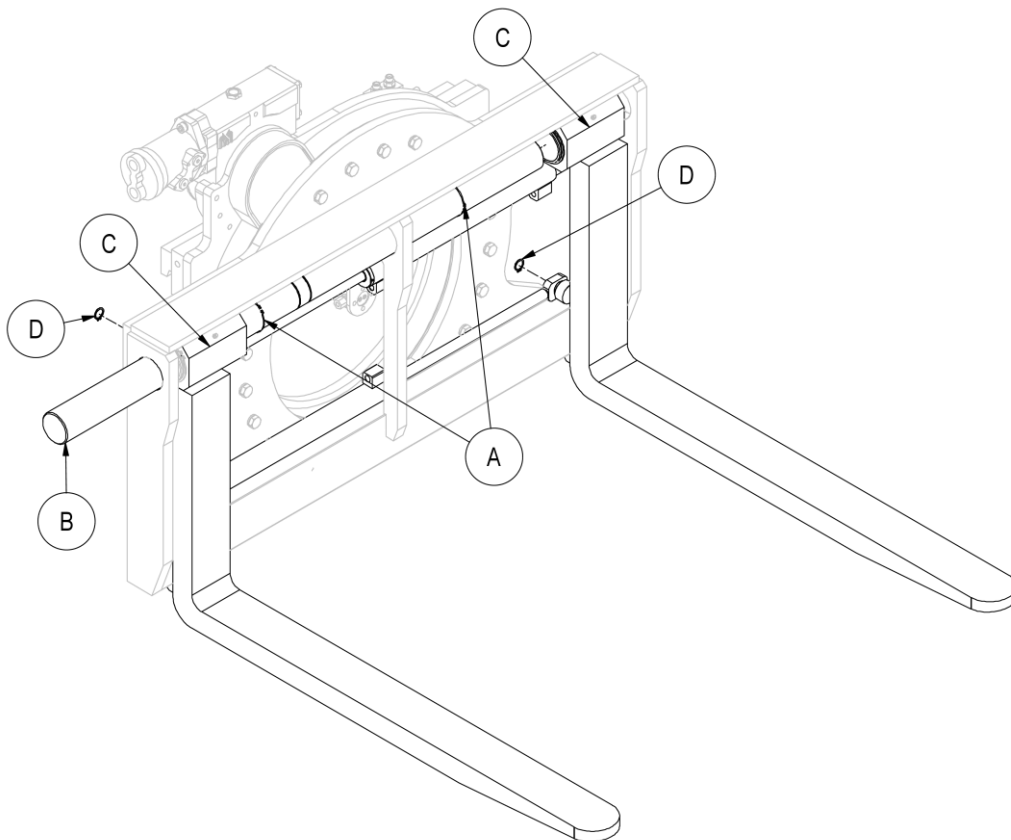

Figura 20
7. Prendere come riferimento la *Figura 20*.